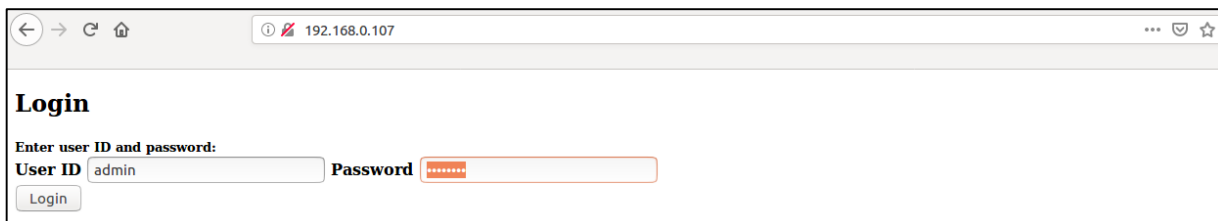

Рисунок 10 – Авторизация через Web-браузер
- 2 В открывшемся окне введите логин и пароль (рисунок 10):